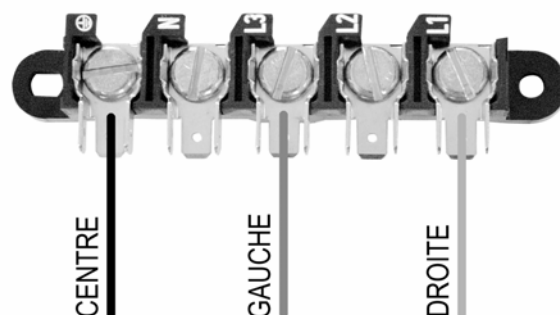

Fig. 8
- Fixez le conducteur de terre (fil vert) du câble d'alimentation à la borne de terre repérée par le symbole de terre. Serrez la vis à fond jusqu'à ce que le conducteur de terre tienne bien en place. (Voir fig. 8).
- Fixez le 2 autres conducteur de phase (gauche = fil noir et droite = fil rouge) du câble d'alimentation aux bornes de phase repérée par L3 et L1. Serrez les vis à fond jusqu'à ce que les conducteurs tiennent bien en place. (Voir fig. 8).